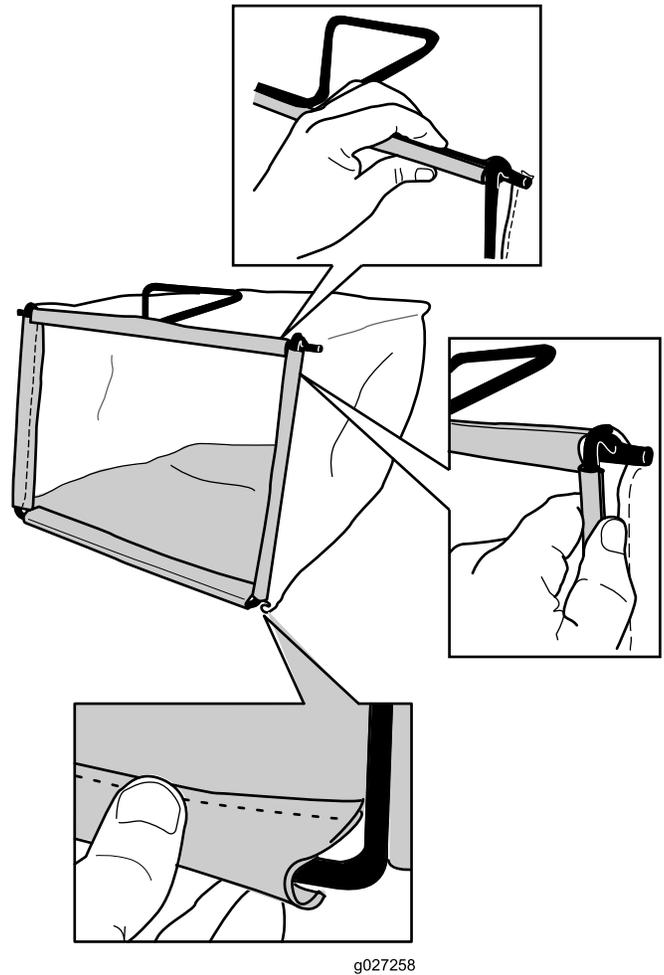

Рисунок 8
2. Зацепите нижний обод травосборника за нижнюю часть рамы (Рисунок 8).
3. Зацепите верхний и боковой ободья травосборника за верхнюю и боковые стороны рамы, соответственно (Рисунок 8).